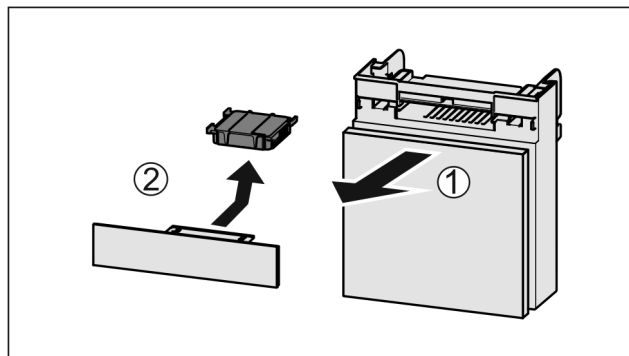

Fig. 199
- Pretinac izvucite Fig. 199 (1) prema naprijed.
- Izvadite filtarski s aktivnim ugljenom Fig. 199 (2).